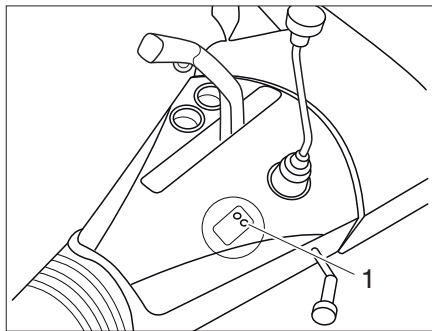

Fig. 2 LED de l'ATC (AL-KO Trailer Control)
- Brancher la fiche de l'ATC au dispositif d'attelage. Un autotest est exécuté, la DEL (Fig. 2,1) s'allume en rouge.
- Après l'autotest, la DEL (Fig. 2,1) s'allume en vert, l'ATC est actif. Si la DEL ne s'allume pas en vert, l'ATC ne fonctionne pas correctement, voir tableau suivant.